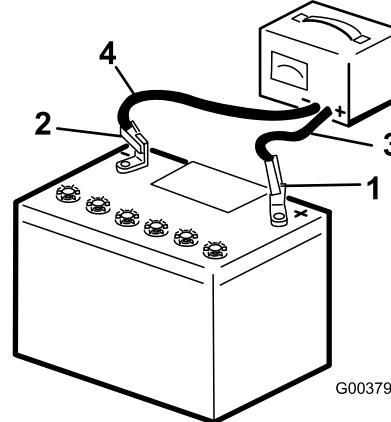

Bild 65
3. Schließen Sie das Plus-Batterieladegerätkabel am Pluspol der Batterie an (Bild 65).
4. Schließen Sie das Minus-Batterieladegerätkabel am Minuspol der Batterie an (Bild 65).
6. Wenn die Batterie ganz aufgeladen ist, ziehen Sie den Stecker des Ladegeräts aus der Stromquelle. Klemmen Sie dann die Klemmen des Ladegeräts von den Batteriepolen ab (Bild 65).